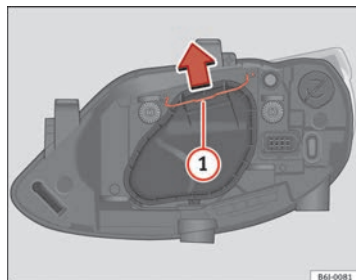

Fig. 153 Luz de cruce/carretera faro simple
- Desplace el tirante ⇒ fig. 153 ① en el sentido de la flecha y saque la tapa.